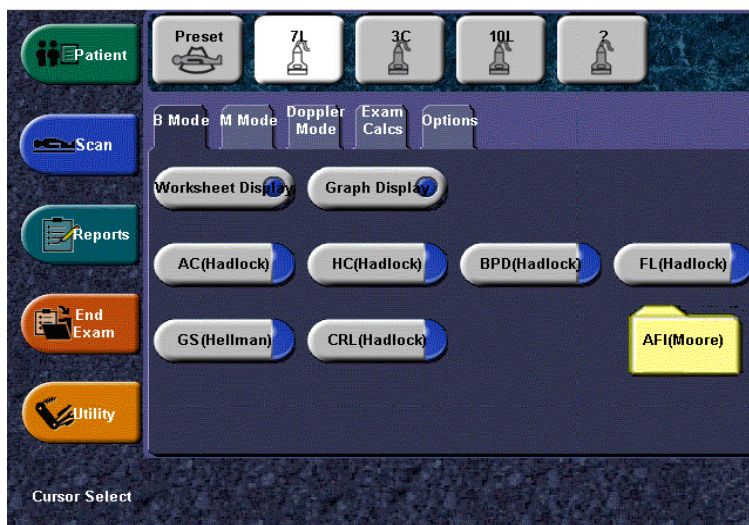

Рис. 9-1. Общее акушерское исследование
- На панели управления нажмите клавишу **Measure** (Измерить). На сенсорной панели отобразится экран акушерского исследования по умолчанию. На рис. 9-1 показано Общее акушерское исследование.